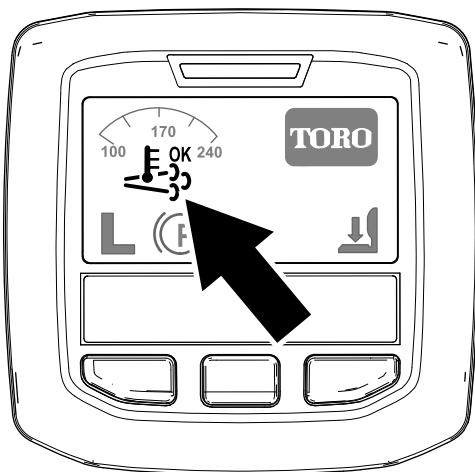

Figura 40
- O ícone da regeneração assistida/de reposição surge no InfoCenter (Figura 40).